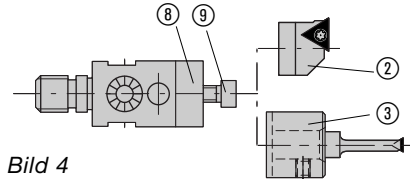

Bild 4
Die Verstellplatte ⑧ ist mit einer Korbverzahnung versehen, so dass unterschiedliche Plattenhalter ② und Zwischenstücke ③ einfach und schnell befestigt werden können (Bild 4).
Die Zylinderschraube ⑨ mit einem Drehmoment von **2 Nm** anziehen (Bild 4).